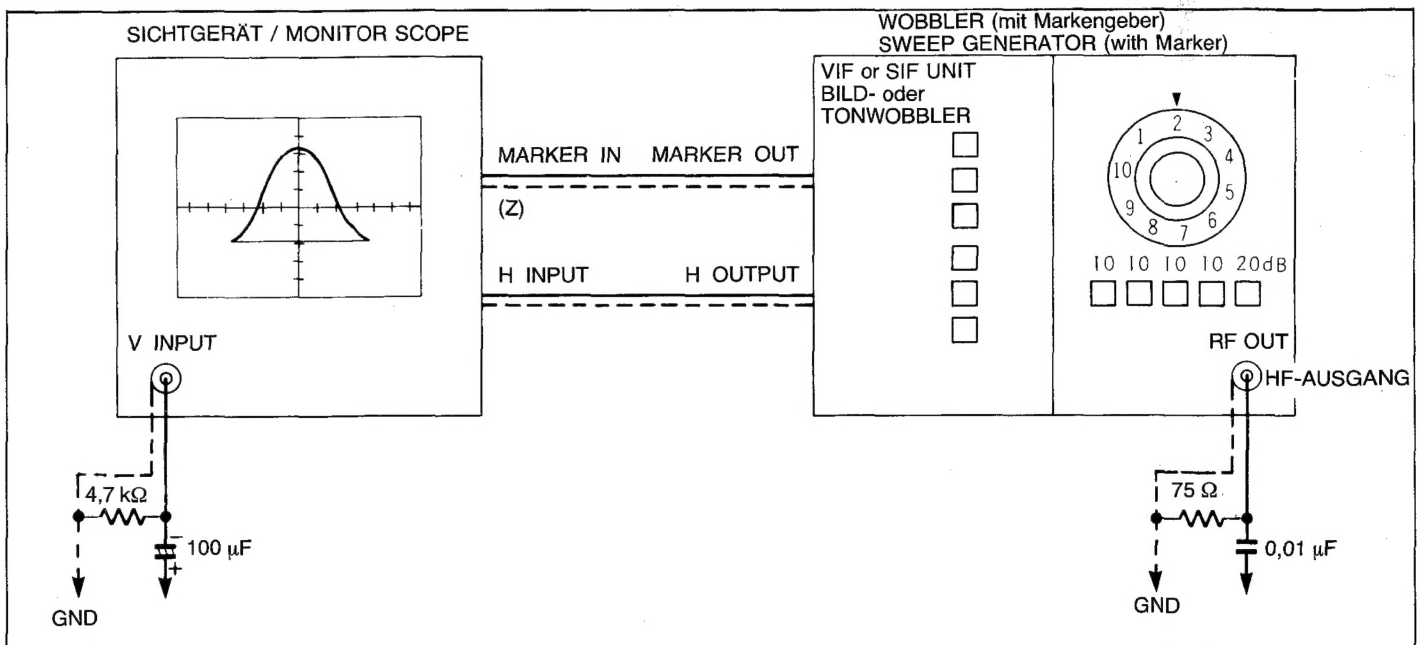
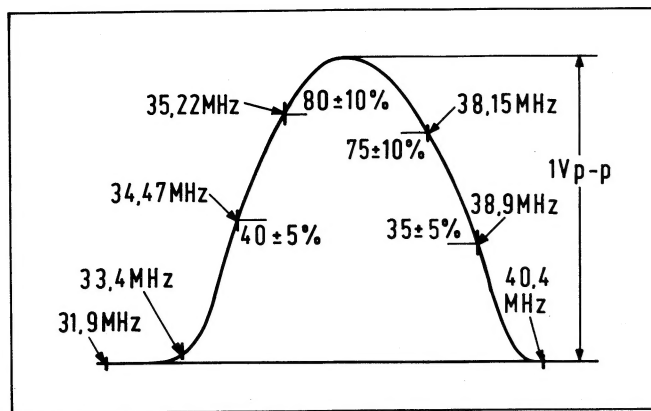

Fig. 3
Fig. 6 ZF-WOBBELKURVE
2. Den Markengeber-Ausgang (MARKER OUT) des Wobblers mit dem Anschluß „MARKER IN“ oder „Z“ des Sichtgerätes verbinden (siehe Fig. 3).
2. Connect the Marker-Out of the VIF Sweep Generator to the Marker-In or Z Terminal of the Scope (see Fig. 3).
1. Wobbler, Markengeber und Sichtgerät wie in Fig. 3 gezeigt anschließen.
1. Den Wobbler wie in Fig. 3 gezeigt anschließen.
2. Die Abstimmung auf „VHF oberer Frequenzbereich“ einstellen. Die Spannung am Pin 1 des Steckers P 7001 (BT) soll $10\text{ V} \pm 0,5\text{ V}$ betragen.
11. T 701 und T 703 (C-, D-, E- und F-Spulen) so abgleichen, daß der Kurvenverlauf wie in Fig. 6 erreicht wird.
1. Connection of Measuring Equipments is shown in Fig. 3.
1. Connection of measuring equipments is shown in Fig. 3.
10. Adjust T 703 (A) so that the attenuation of the 40.4 MHz trap becomes maximum.
11. Adjust T 701 and (C) (D) (E) (F) of T 703 so that the Sweep output waveform becomes as shown Fig. 6.